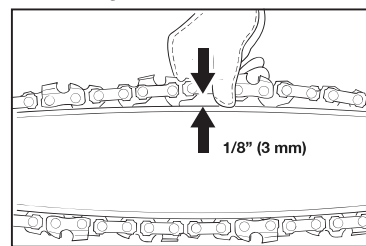

Fig. 1
1. Vérifiez la tension de la chaîne en tirant la chaîne à l'écart du guide-chaîne. Une chaîne bien tendue doit avoir un écart d'environ 1/8 pouce (3 mm) entre la chaîne et le guide-chaîne (Fig. 1).